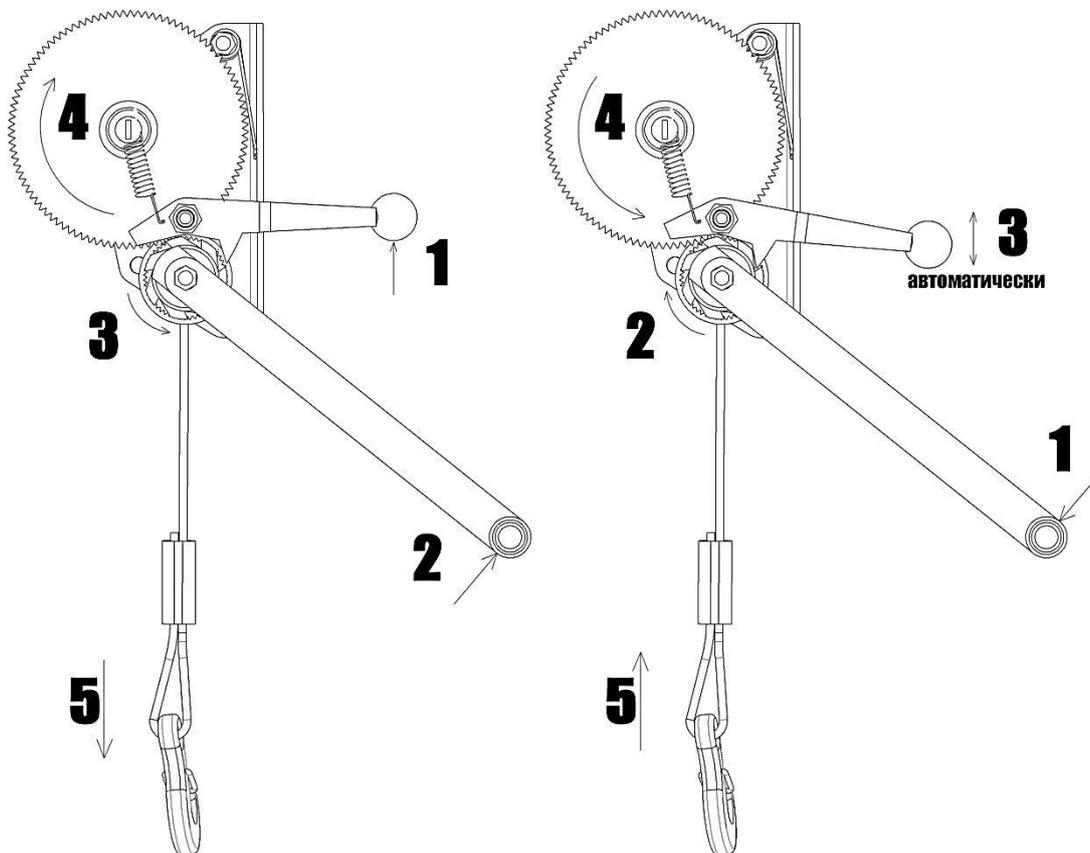

Рис. 6 Опускание и подъем.
8. Работа с лебедкой (рис. 6). Данные приведены для того случая, когда **дополнительный блок не используется** и канат подходит к барабану снизу, чтобы уменьшить опрокидывающий момент, действующий на лебедку.
Основные требования. При подъеме и опускании необходимо не допускать раскручивания груза вокруг вертикальной оси или маятникового раскачивания. Работник, опускающийся в колодезь или другое сооружение, должен иметь возможность общаться с работником, приводящим лебедку в действие для того, чтобы в случае возникновения опасности его можно было немедленно эвакуировать. При опускании работника на максимальную длину троса лебедки необходимо оставлять, как минимум, 1,5 витка троса на барабане не размотанными. Если неумышленно трос размотался полностью, то необходимо провести намотку троса в правильном направлении так, чтобы подъем осуществлялся при вращении рукоятки против часовой стрелки (см. рис.6). При холостой размотке троса необходимо подтягивать и направлять его рукой даже с учетом того, что лебедка оснащена механизмом натяжения каната.